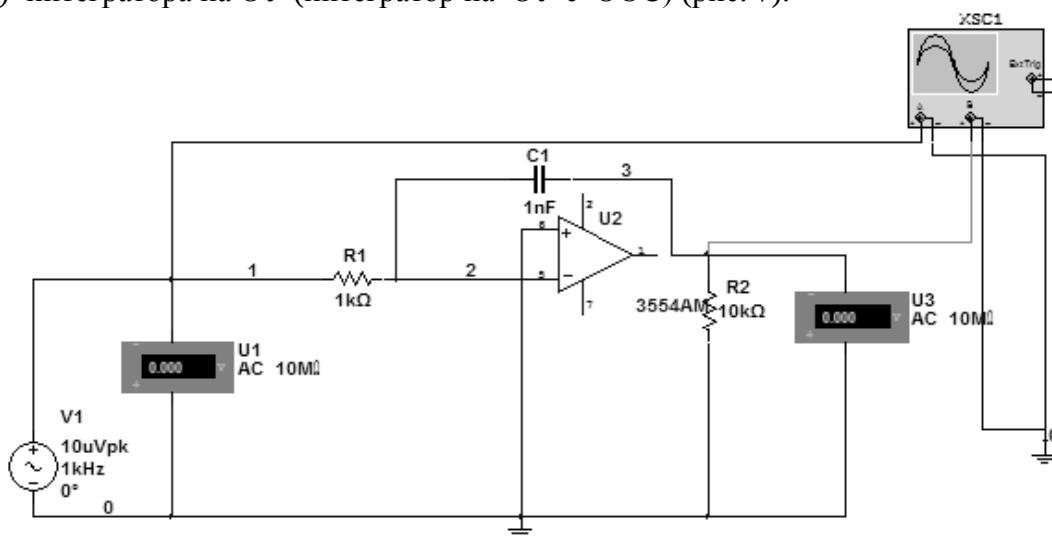

Рис. 7
3) интегратора на ОУ (интегратор на ОУ с ООС) (рис. 7).